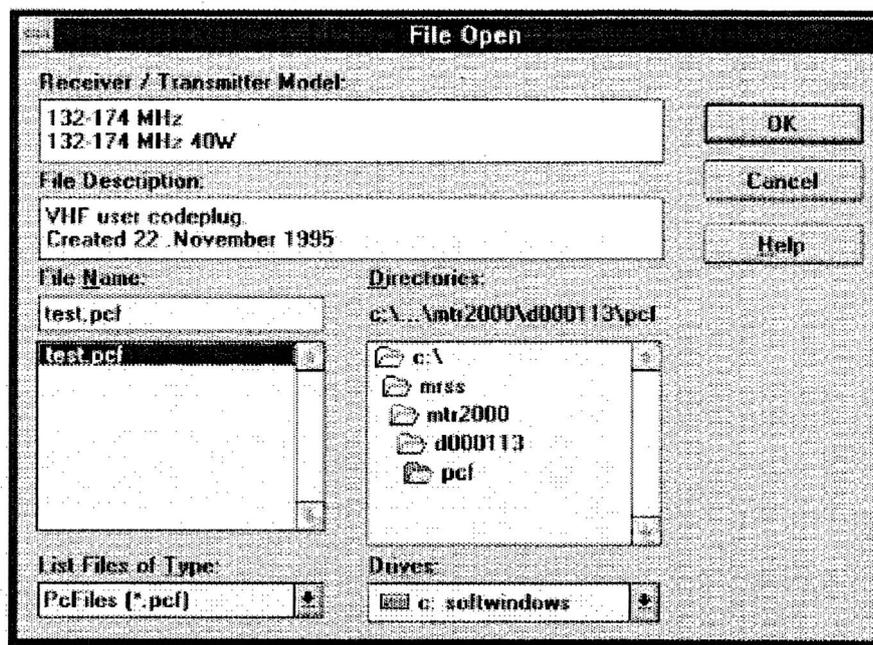

Figura 3-3 Janela de Abertura de Ficha
2. Por exemplo, para ler uma ficha existente, selecione o comando **Open** do menu **File**. Aparece a janela de abertura de ficha (veja a Figura 3-3).